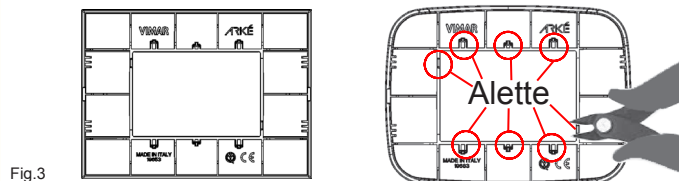

Fig.3
N.B. Per il montaggio delle placche VIMAR serie ARKE' Classic e ARKE' Round nelle versioni (Color-Tech e Tecno-Basic) eliminare con un tronchese le 8 Alette presenti sul retro delle placche ARKE' come da figura sottostante (Fig.3).
Superata la prima soglia compare il simbolo BAT (Fig.3) mentre l'apparecchio continua a funzionare regolarmente.